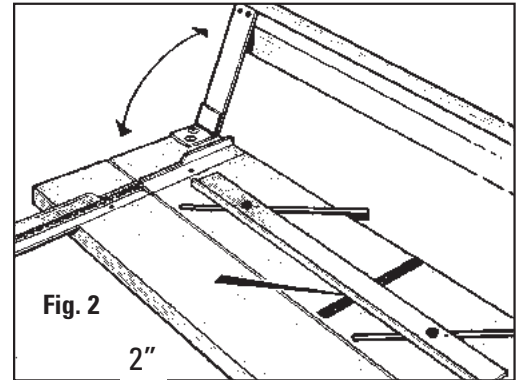

Fig. 2
2. Réglez le guide de passe-partout à la largeur de bordure souhaitée. Par exemple, pour une bordure de 2 pouces (5,08 cm), alignez l'avant du guide de passe-partout au niveau du repère de 2 pouces et serrez les boutons noirs. **Fig. 2**
2. Stellen Sie die Passepartout-Führung auf die gewünschte Randbreite ein. Für einen 5 cm breiten Rand richten Sie die Vorderseite der Passepartout-Führung bei der 5 cm (2 Zoll) Markierung aus und ziehen die schwarzen Knöpfe fest. **Abb. 2**
2. Ajuste la Guía de la Lámina Perimétrica a la anchura de franja deseada. Por ejemplo para una franja de 2" alinee el frente de la Guía de Lámina Perimétrica en la marca de 2" y apriete las perillas negras. **Fig. 2**
2. Regolare i bordi della guida del passepartout in base alla profondità desiderata. Ad esempio, per un bordo di 2" allineare la parte anteriore della guida del passepartout sul segno 2" e serrare le manopole nere. **Fig. 2**